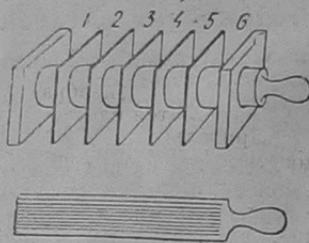

Рис. 7. Каркас и сердечник катушки низкой частоты
**Катушка самониндукции — L.** Как показано на рис. 7 катушка длиной 60 мм. с начальным диаметром 20 мм. разделена картонными щечками на 6 секций, для получения беземкостной намотки. На эту катушку наматывается 120 метров (около 100 грамм) изолированной проволоки, 0,3 мм; секции наматываются последовательно по 335 витков; от каждой секции делаются отводы к контактам, всего 6. Внутрь катушки вдвигается картонная трубочка диаметром 16 мм. с деревянной ручкой. Трубочка эта заполняется пучком отожженной железной проволоки диаметром 0,1—0,2 мм. Полученный, таким образом, сердечник должен свободно вставляться и выниматься из катушки1).